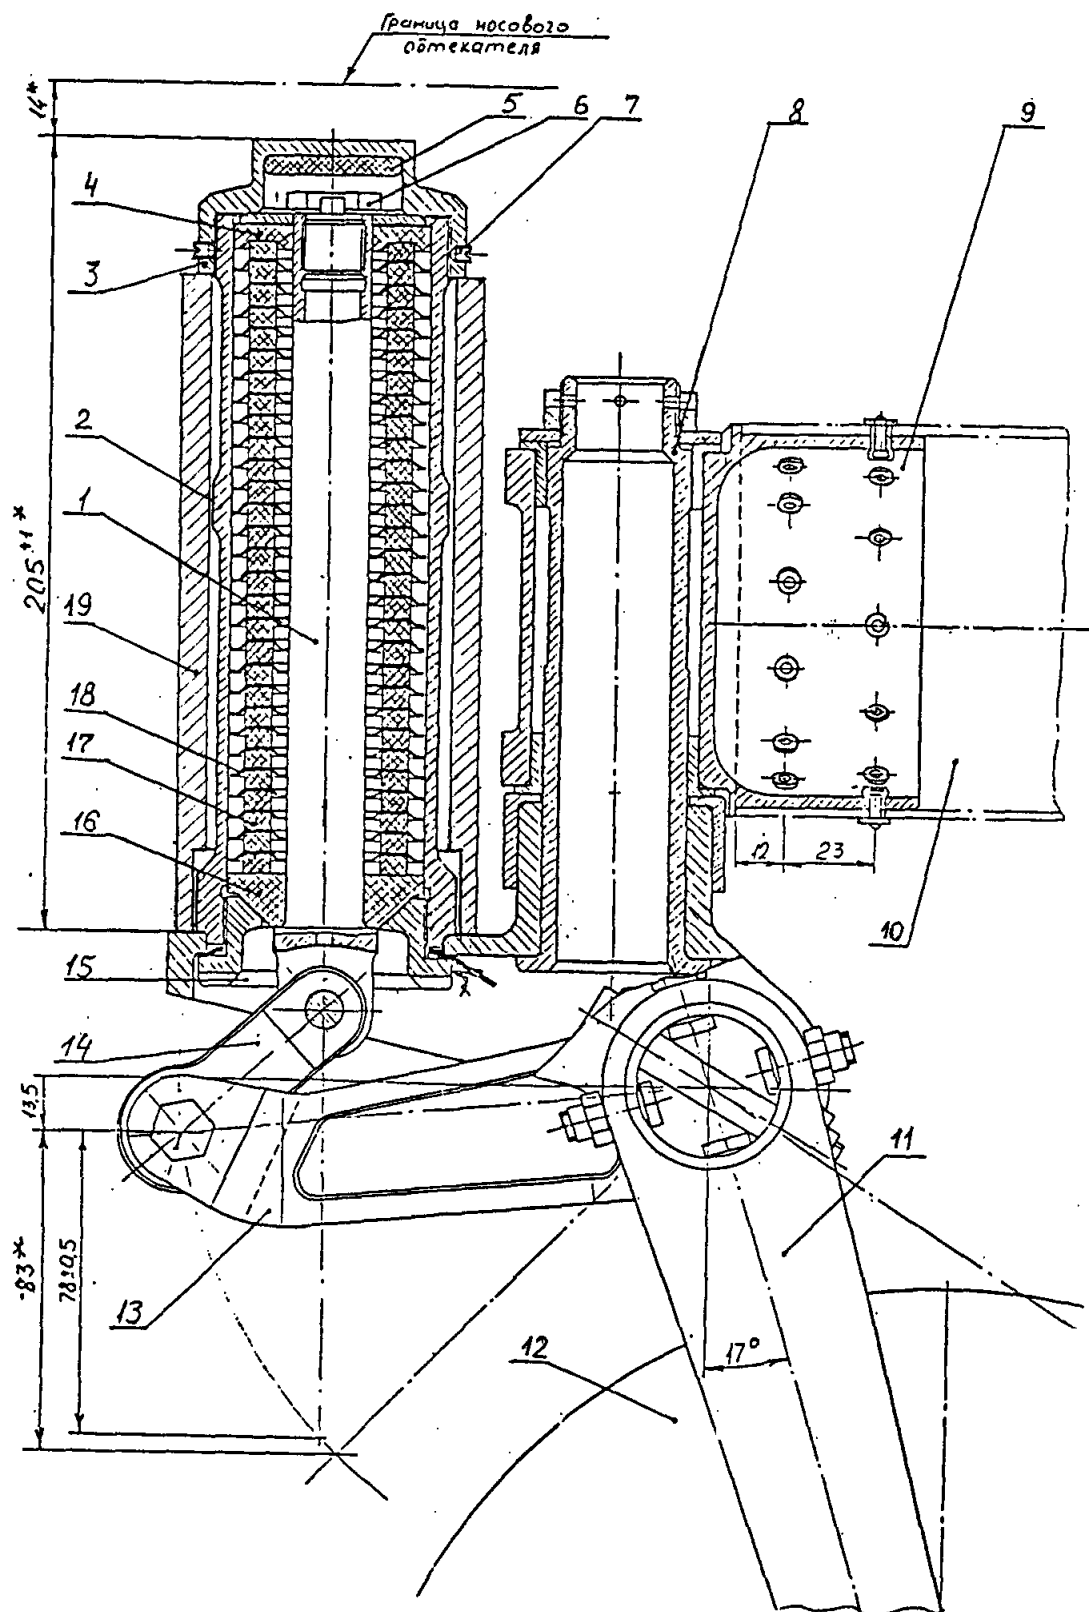

Рис. 8 Передняя опора.
На самолете вместо пружинного амортизатора передней опоры шасси установлен пластинчатый амортизатор, который предназначен воспринимать динамические нагрузки при наземном движении самолета (рис.8). Пластинчатый амортизатор представляет собой пакет резиновых шайб в стальном корпусе (2), разделенных между собой пластинчатыми чашками (18) и низанных на шток (1). Внутри штока помещается регулируемый винт (6), стягивающий пакет с помощью верхней шайбы (4). Нижний конец пакета опирается через конусную шайбу (16) и корпус на площадку, жестко связанную со шкворнем (8). Шток своим нижним ушком через звено (14) и рычаг (13) соединяется с вилкой (11) колеса.